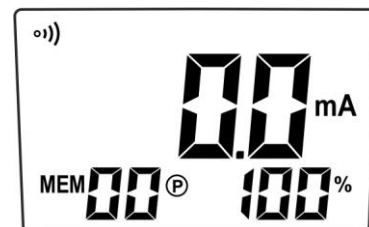

Fig. 24
2. O instrumento apresenta a mensagem “**OL Ω**” no display, enquanto se configura automaticamente para a medição de resistências. Efetuar uma breve pressão do botão **▲A** para entrar no modo de medição da corrente. É apresentado o ecrã da Fig. 24.